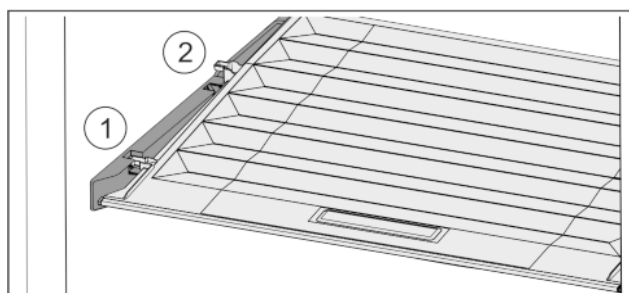

Fig. 35
- Vytáhněte víko dopředu až k otvoru v přídržných dílech Fig. 35 (1).
- Vzadu zespodu nadzvedněte a vyjměte směrem nahoru Fig. 35 (2).